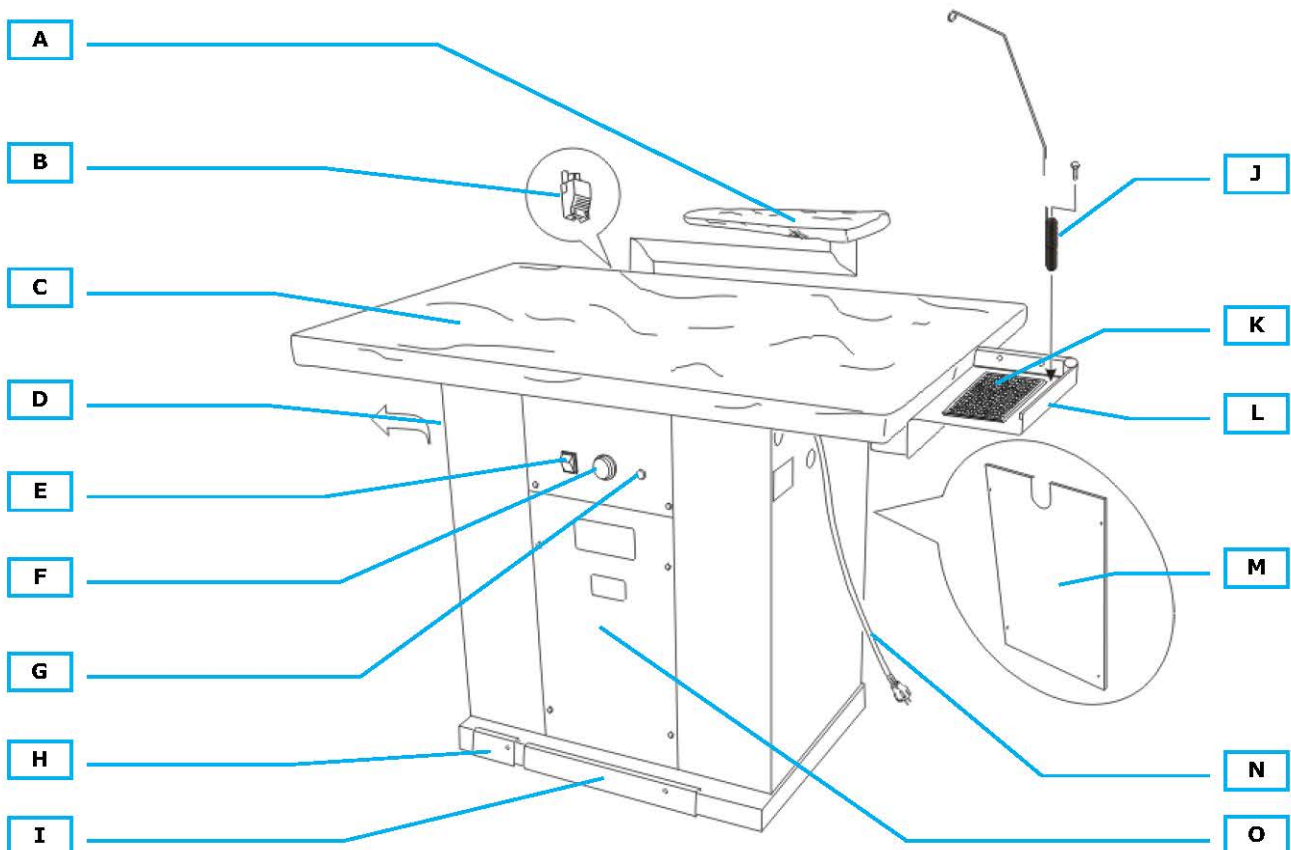

Рис. 1
3. Для моделей с опцией, вставьте гладильный рукав (рис. 1-A) и зафиксируйте его, прикрутив фиксирующие ручки. Вставьте розетку рукава в соответствующий разъем (рис. 1-B).
Включите главный выключатель (рис. 1-E), установите ручку термостата на 80/90 ° C (рис. 1-F): когда сигнальная лампочка погаснет (рис. 1-G), это значит, гладильная доска достигла установленной температуры и готова к работе. Каждый раз, когда доска охлаждается, сигнальная лампочка загорается.